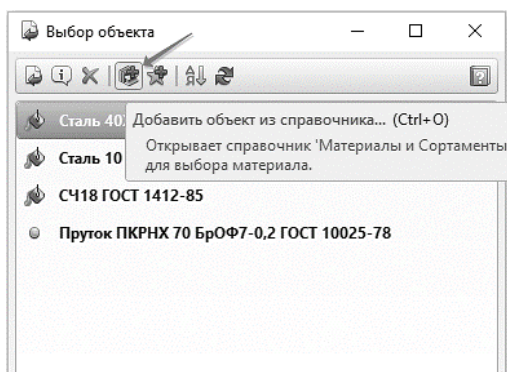

Рис. 6. Выбор материала
1.1.9 В окне **Выбор объекта** нажмите кнопку **Добавить объект из справочника** (рис. 6).